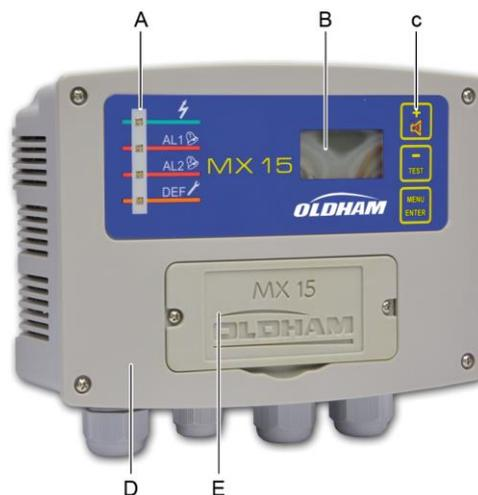

Abbildung 1: Gesamtansicht der Zentrale MX 15
- Ein Wandkasten mit Abdeckung der Potentiometer (Abbildung 1, Mark. E) für die Einstellungen (Nullpunkt, Messempfindlichkeit)
- Eine Frontseite (Abbildung 1, Mark. D) mit Anzeigen für den Netz- und Alarmstatus (A), LCD-Bildschirm (B) und Tasten (Mark. C)